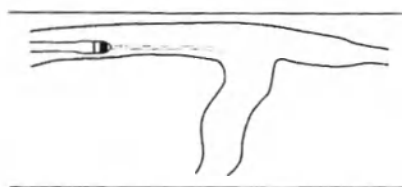

Рисунок 13.
1. Используя венограммы в качестве ориентира, проведите электрод в коронарный синус. Во время проведения и размещения держите дистальный кончик коронарного проводника дальше дистального кончика электрода (Рис. 13).